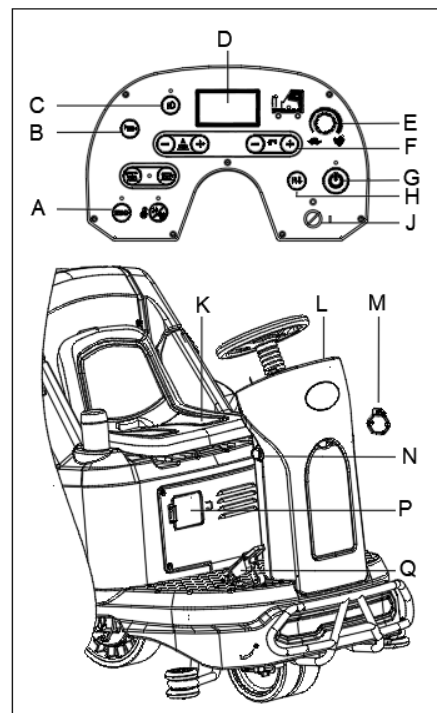

Figura 13
2. Așezați-vă pe scaun (K, Figura 13), introduceți cheia de contact (J Figura 13) și rotiți-o în poziția "I". Verificați starea bateriilor pe afișaj. Dacă este necesar, încărcați bateriile complet (consultați procedura de la capitolul Întreținere).
Direcția înainte/înapoi poate fi controlată cu ajutorul comutatorului (H Figura 13). Viteza deplasării înainte poate fi ajustată cu ajustorul (E Figura 13).
4. Apăsați butonul pentru pornirea cu un singur buton (G, Figura 13) pentru a porni mașina, racleta și periile sunt coborâte automat pe podea și motorul de aspirare începe să funcționeze.
5. Apăsați butoanele de control debit soluție (F, Figura 13) după cum este necesar, în funcție de tipul de curățare ce urmează a se executa.
6. Apăsați pedala de accelerație (Q Figura 13) și începeți curățarea.
7. Puteți să vă încărcați telefonul sau tableta utilizând portul USB de încărcare (M Figura 13) când cheia de contact (J Figura 13) este pe poziția "I".
8. Apăsați claxonul (B Figura 13) pentru a avertiza persoanele în caz de necesitate.
9. Dacă este necesar, apăsați butonul de urgență (N Figura 13) pentru oprirea mașinii în caz de urgență.
10. Dacă este necesar, apăsați butonul luminilor frontale (C Figura 13) pentru zonele întunecate sau pentru a avertiza pietonii.
11. Dacă este necesar, reglați scaunul (K Figura 13) rotind mânerul din dreapta scaunului, apoi glisați scaunul în poziția corectă.
Motorul periei, motorul de vid, motorul de acționare și circuitul de control sunt protejate de un protector de suprasarcină (P Figura 13). Când un protector de suprasarcină se declanșează, nu îl resetați imediat fără a afla cauza principală și asigurați-vă că motorul s-a răcit înainte de resetare.
12. Eliberați pedala de accelerație (Q Figura 13), mașina se oprește din funcționare.